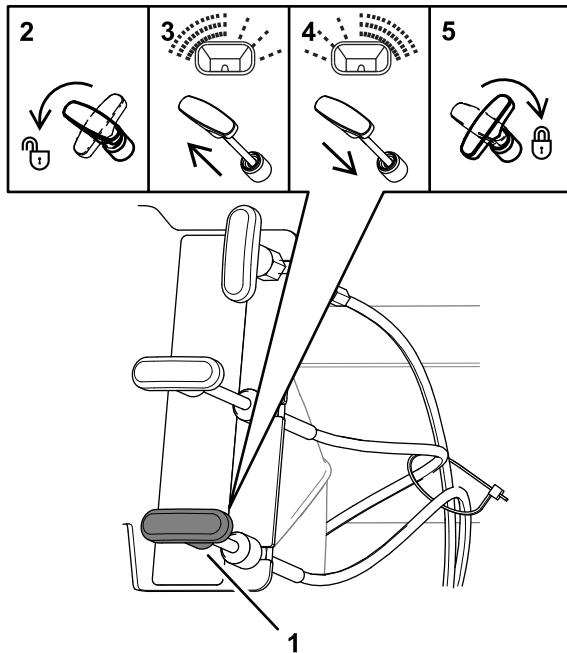

Figure 27
- Déverrouillez la commande du diffuseur en tournant la poignée dans le sens antihoraire de 90°, comme montré en 2 sur la Figure 27.
- Si l'épandage est trop important sur le côté gauche de la machine, poussez légèrement la commande du diffuseur; voir 3 sur la Figure 27.
- Si l'épandage est trop important sur le côté droit de la machine, tirez légèrement la commande du diffuseur; voir 4 sur la Figure 27.
3. Bloquez la commande d'épandage en tournant la poignée dans le sens horaire de 90°; voir 5 sur la Figure 27.